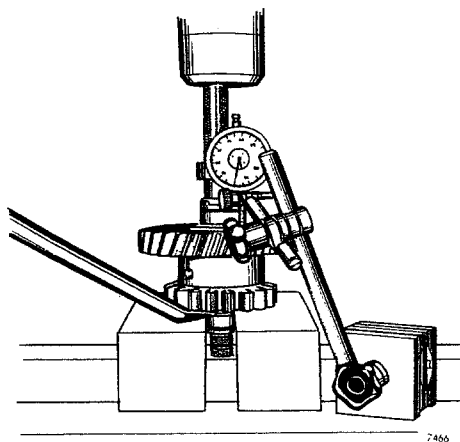

Fig 08-10. Kontroll av axialspelet
2. Placera mellanaxeln i en press och pressa med 10 ton på axeländen och mät axialspelet, se fig 08-10. Spelet skall vara 0—+0,05 mm. Eventuell justering utföres med hjälp av mellanlägg innanför det mindre lagret.